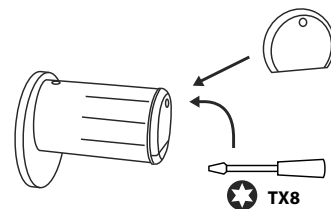

Fig. 4
- 4 Vuelva a colocar la cubierta delantera y atorníllela firmemente (Fig. 4).